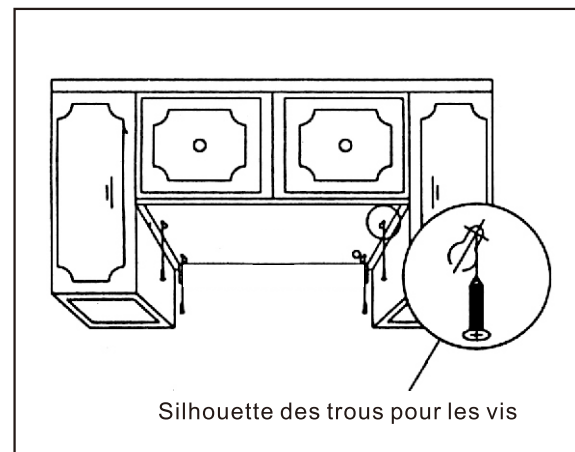

Fig. 8 Vissez les vis sous le cabinet
3. Sous le cabinet, marquez les position des quatre trous qui sont au-dessus du hotte. Vissez légèrement les quatre vis 5/8" de long (3/16" en diamètre) dans le cabinet. (Fig. 8)